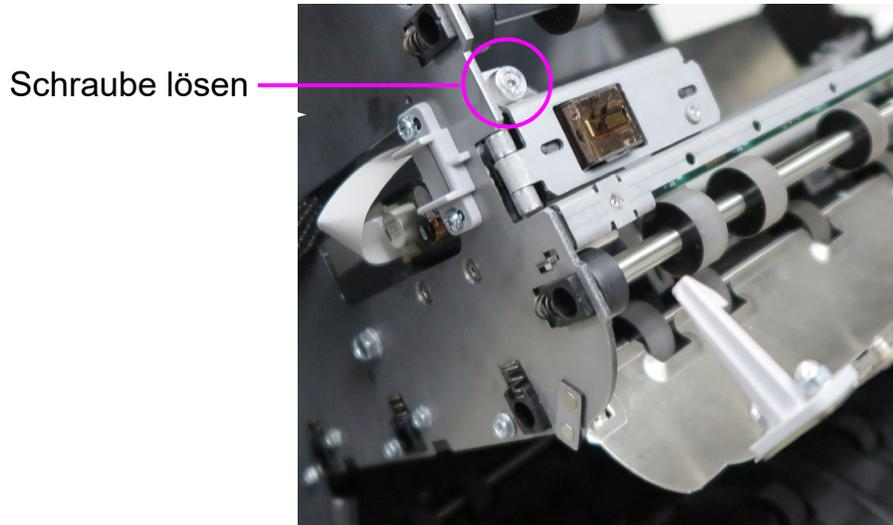

Abbildung 5-3: Position der Schraube
3. Lösen Sie die in Abbildung 5-3 angezeigte Schraube.